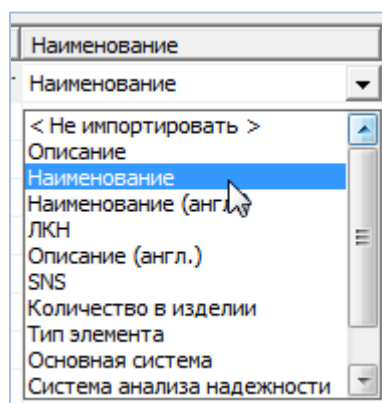

Рис. 10-85 – Установление вручную соответствия колонок в файле и полей БД
– В случае если соответствие между колонками в обменном файле и полями БД не удалось установить автоматически, необходимо задать его вручную. Для этого раскрыть список полей БД, нажав кнопку в правой части ячейки в строке «Поле БД», и затем выбрать нужное значение из списка (рис. 10-85).